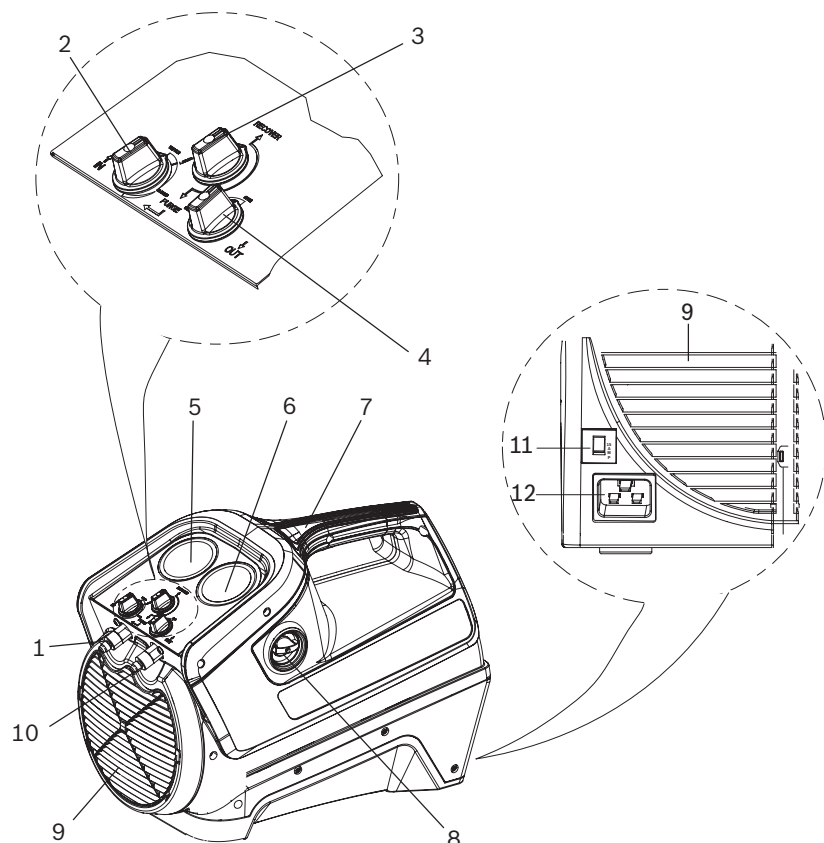

Fig. 1: Panoramica dell'unità RG8.0 / RG4.0
- Attacco di immissione (Fig. 1, Pos. 1)- Utilizzato per collegare l'unità RG8.0 / RG4.0 a un impianto C/A o di refrigerazione tramite un filtro
- Attacco di mandata (Fig. 1, Pos. 10)- Utilizzato per collegare l'unità RG8.0 / RG4.0 al serbatoio del refrigerante.
- Valvola di controllo immissione (Fig. 1, Pos. 2) - Utilizzata per:
- Valvola di controllo mandata (Fig. 1, Pos. 4) - Utilizzata per controllare il flusso in uscita del refrigerante dall'unità RG8.0 / RG4.0 al serbatoio del refrigerante
- Valvola di recupero / spurgo (Fig. 1, Pos. 3) - Utilizzata per:
- Manometro di immissione (Fig. 1, Pos. 5) - Misura la pressione all'ingresso dell'unità RG8.0 / RG4.0.
- Manometro di mandata (Fig. 1, Pos. 6) - Misura la pressione all'uscita dell'unità RG8.0 / RG4.0.
L'interruttore principale (Fig. 1, Pos. 8) permette di accendere / spegnere l'unità RG8.0 / RG4.0.